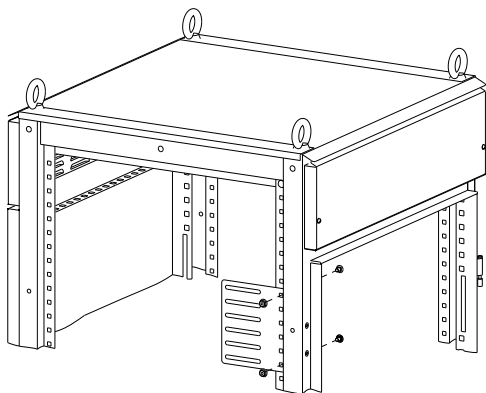

Рисунок 9
4.1 Приложите Платину установочную с внешней стороны боковой поверхности передней или задней стоек корпуса. Вставьте по очереди в квадратные отверстия два болта М6×10 и закрепите гайками М6 (рисунок 9). Момент затяжки 5 Н·м.